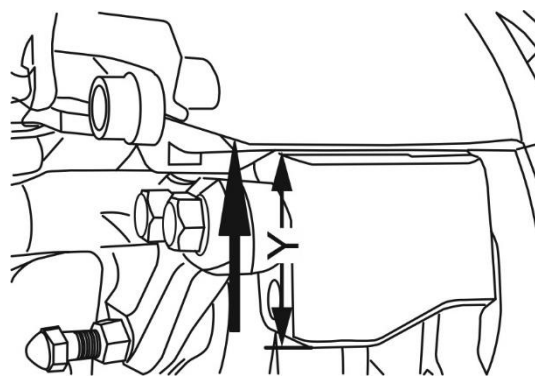

**Рис. 12.14 Замер зазора при смещении скобы вверх**
5. Отжать подвижную скобу в противоположную сторону и измерьте расстояние «Y» (см. рис. 12.14). Если разница между измеренными расстояниями (Y-X) более 2,0 мм, то резиновые втулки следует заменить.